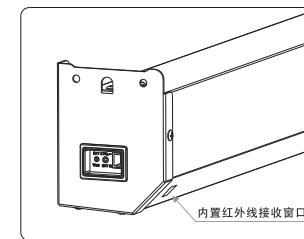

图15
- 1、当内置红外线接收窗口没有被任何物体遮挡时，您可以使用内置红外线遥控控制银幕的上升、停止、下降（如图15）。